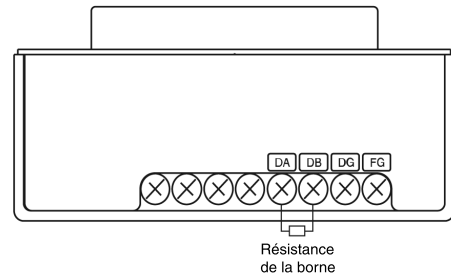

Fig.3
- La résistance d'extrémité adéquate varie en fonction du câble CC-Link utilisé (voir le tableau et fig. 3 ci-dessous.)